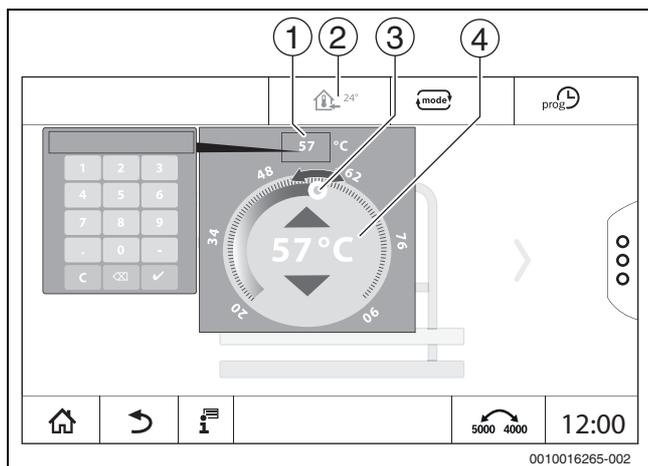

Fig. 19 Impostare la temperatura (esempio)
- ▶ Toccare il simbolo della temperatura (→ fig. 19, [2]).
- ▶ Toccare il cursore circolare (→ fig. 19, [3]) e trascinarlo fino alla temperatura desiderata. La temperatura viene visualizzata nel cerchio.
- ▶ Toccare la visualizzazione della temperatura (→ fig. 19, [1]) e immettere la temperatura attraverso il campo numerico che si apre.